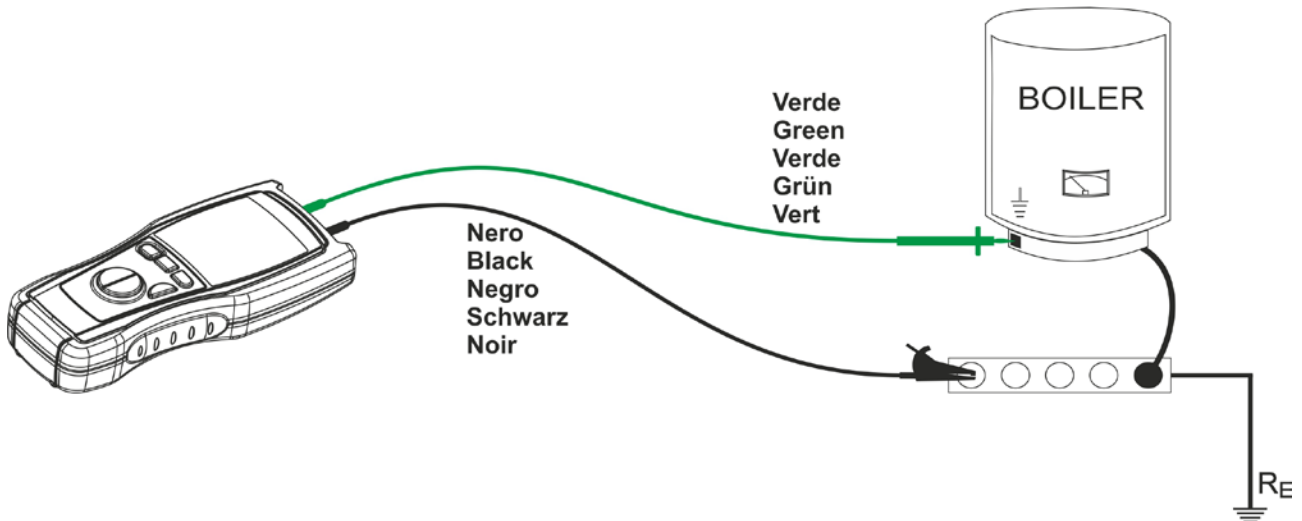

Abb. 9: Verbindungen der Anschlüsse des Gerätes beim Ω 0.2A Test
3. Schließen Sie die Kabelenden miteinander kurz wie in Abb. 9 gezeigt, und stellen Sie sicher, dass die metallischen Teile der Prüfsonde und die Krokodilklemmen guten Kontakt haben